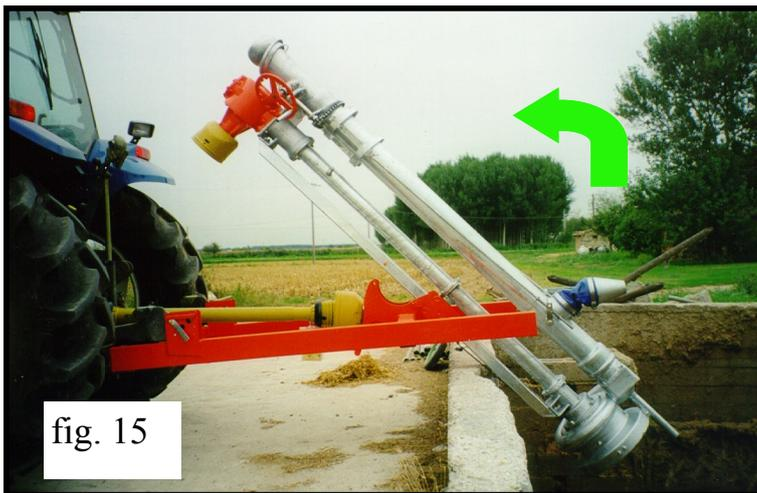

fig. 15
- Avanzare con il trattore in modo che la pompa, da un lato si adagi sul carrello e dall'altro sul bordo del muretto fig. 15.